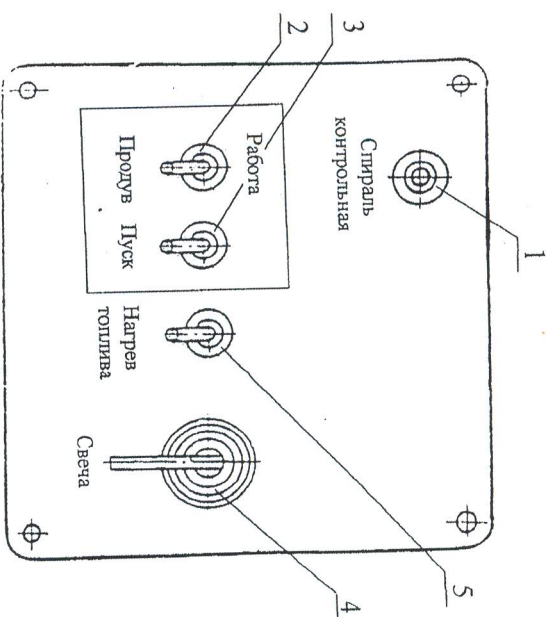

Рис. 1 Щиток управления
1. Проверить наличие топлива в баке. Переключатель режима работы 3 (рис. 1) включить в положение «работа» на 10—15 сек. Выключатель электромагнитного клапана 2 должен быть в положении «продув».